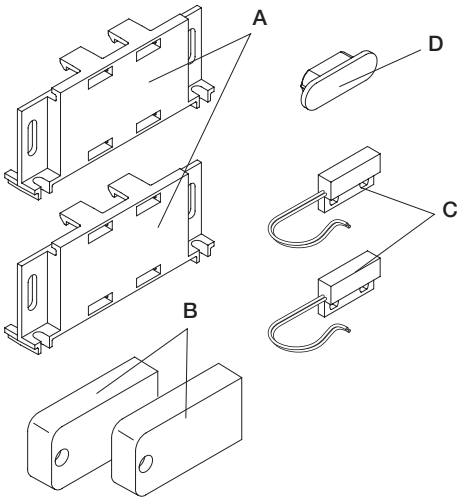
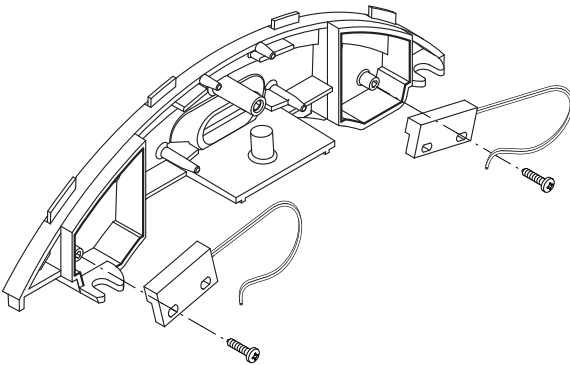

Fig.1
Fig.5
- 2 magneti su supporto in plastica da applicare alle staffe finecorsa o alla cremagliera (fig.1-"A").
- 2 supporti in plastica per i sensori magnetici (fig.1-"B")
- 2 sensori magnetici con contatto N.C. - normalmente chiuso (fig.1-"C")
- 1 tappo per la chiusura del vano molla (fig.1-"D").
- 1 Applicare i sensori negli appositi vani del supporto finecorsa evidenziati in fig.5. Non sono necessari i supporti "B" di fig.1
I magneti sono inseriti all'interno di speciali supporti (fig.1-"A") i quali, posizionati sulle staffe finecorsa o sulla cremagliera, avvicinandosi ai sensori ne provocano la commutazione.
- 2 magnets on plastic support to be applied to limit switch brackets or rack (Fig.1-“A”).
- 2 plastic bases for magnetic sensors (Fig.1-“B”)
- 2 magnetic sensors with Normally Closed (N.C.) contact (Fig.1-“C”)
- 1 cap to close the spring housing (Fig.1-“D”).
- 1 Mount the sensors in the special housing of the limit switch base, as shown in Fig.5. The “B” bases indicated in Fig. 1 are not necessary.
The magnets are housed in special supports (fig.1-“A”). These magnets are to be fitted to the limit switch brackets or the rack and cause the triggering of sensors when they approach them.
- 2 Halterungsmagneten aus Kunststoff die an den Bügeln des Endschalters oder an die Zahnstange (Abb.1-“A”) befestigt werden.
- 2 Kunststoffhalterungen für die magnetischen Sensoren (Abb. 1-“B”)
- 2 magnetische Sensoren mit Kontakt N.C. – Ruhekontakt (Abb. 1-“C”)
- 1 Verschluss für den Federsitz (Abb. 1-“D”).
- 1 Die Sensoren an die Sitze der Endschaltheralterung wie in Abb. 5 gezeigt, befestigen. Die Halterungen “B” in Abb. 1 werden nicht benötigt.
Die Magneten werden in speziellen Halterungen eingebaut (Abb. 1-“A”) die an den Bügeln der Endschalter oder an der Zahnstange positioniert werden und die das Umschalten steuern, wenn sie sich den Sensoren nähern.